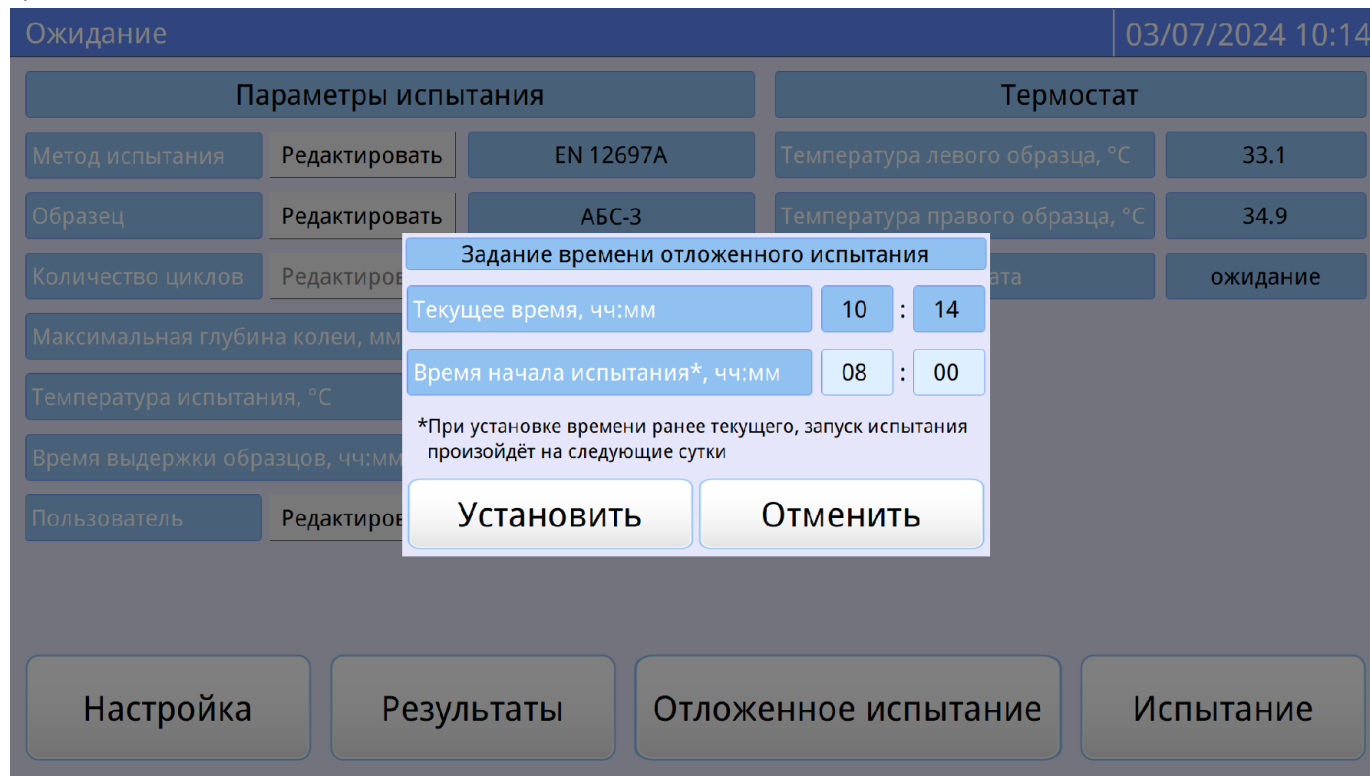

Рисунок 9 – Окно «Задание времени отложенного испытания»
4.5.3.1 После установки образцов в воздушную камеру, установки датчиков температуры на поверхность образцов и задания условий испытания, необходимо нажать кнопку [Отложенное испытание]. При этом откроется окно «Задание времени отложенного испытания» (см. рисунок 9).